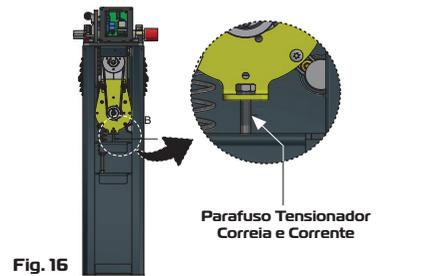

Fig. 16
**2.1** - Remova o parafuso tensionador da correia e corrente, conforme ilustra a **Fig. 16**.